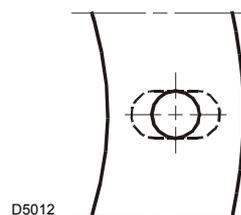

Fig. 9
- alargar, se necessário, os furos da proteção isolante (Fig. 9), tomando o cuidado de não danificá-la.